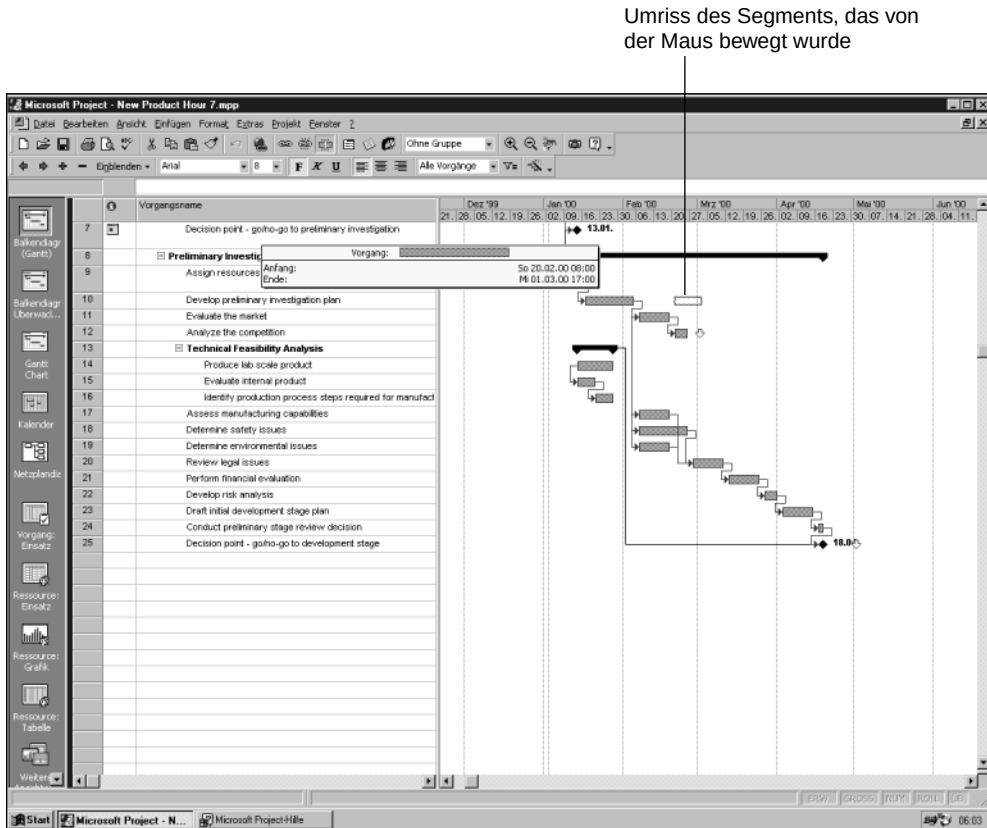

Abbildung 7.9:
4. Wenn Sie die Maus nach rechts ziehen, können Sie das Segment auf den Zeitpunkt schieben, zu der die Arbeit wieder aufgenommen werden soll. Ein zweites Informationsfeld VORGANG UNTERBRECHEN teilt Ihnen die Termine mit, zu denen das Segment, das Sie gerade ziehen, beginnen und enden wird (siehe Abbildung 7.9).